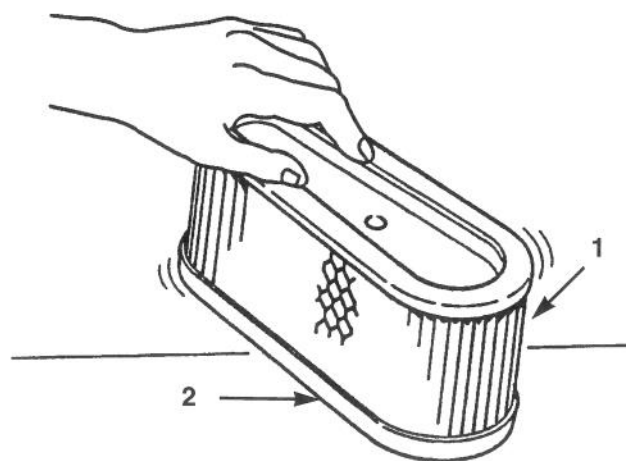

Figure 31
- A. Taper légèrement l'élément sur une surface plane pour éliminer poussière et saleté (Fig. 31).